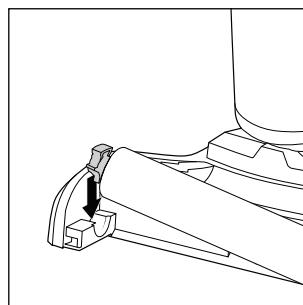

Rys. 38
- ◆ Wałek szczotkowy **6** można na czas schnięcia umieścić również w pozycji pionowej w uchwycie szczotki **5** w stacji parkowania i czyszczenia (patrz rys. 38).